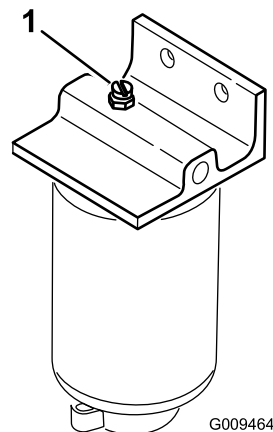

Bild 41
3. Öffnen Sie die Entlüftungsschraube am Kraftstofffilter/Wasserabscheider (Bild 41).